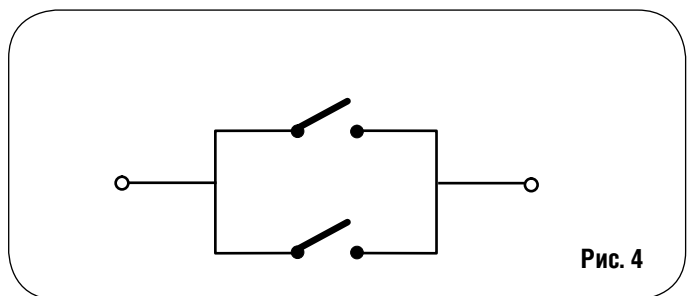

Рис. 4
**⚠** При подключении двух или нескольких устройств с Нормально Замкнутыми (Н.З.) контактами располагать их последовательно (см. рис. 4).
**!** При установке нескольких устройств безопасности Н.З. контакты соединяются последовательно (см. рис.4)
**!** При установке нескольких устройств для остановки работы системы, Н.З. контакты подключаются последовательно (рис. 4)